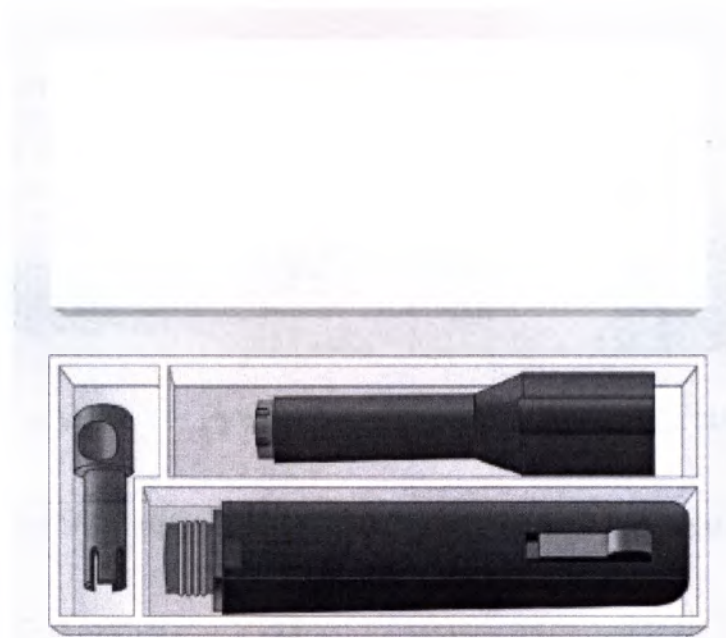
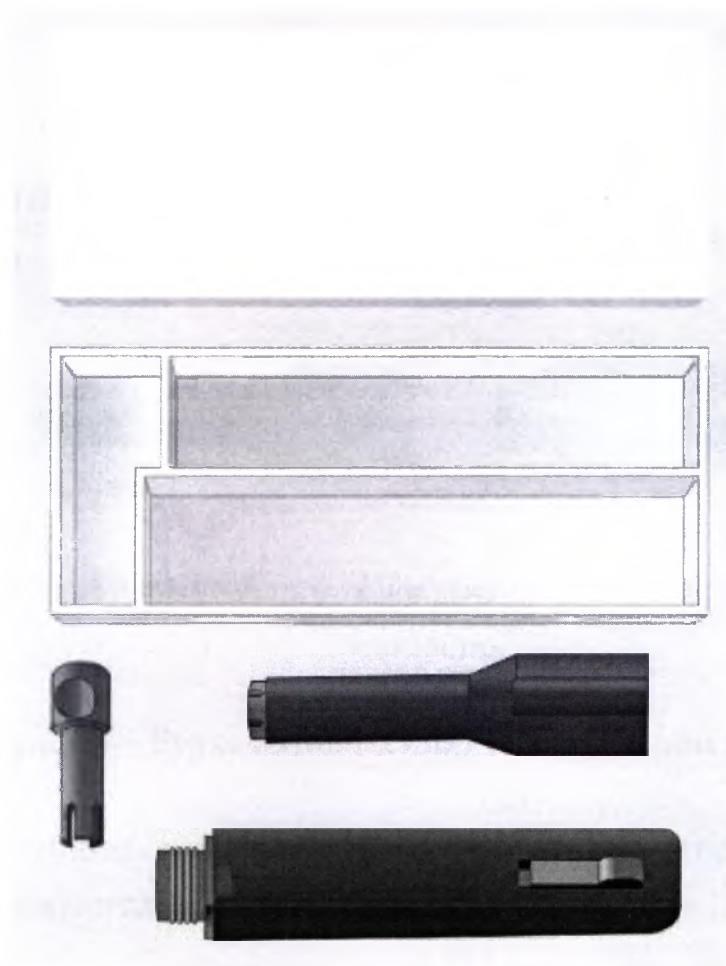

Рисунок 1 – Крышка футляра снята, ручка-автоинъектор уложена в футляр
Рисунок 2 – Крышка футляра снята, ручка-автоинъектор выложена в футляр
8.1 Открыть футляр (рисунок 1) и извлечь части АИ (рисунок 2).